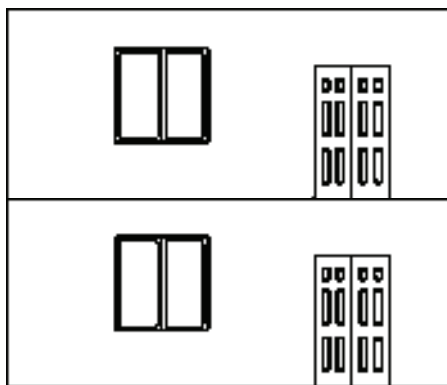

图 11-27 替换结果
4) 按〈Enter〉键，即可完成立面门的替换，结果如图 11-27 所示。